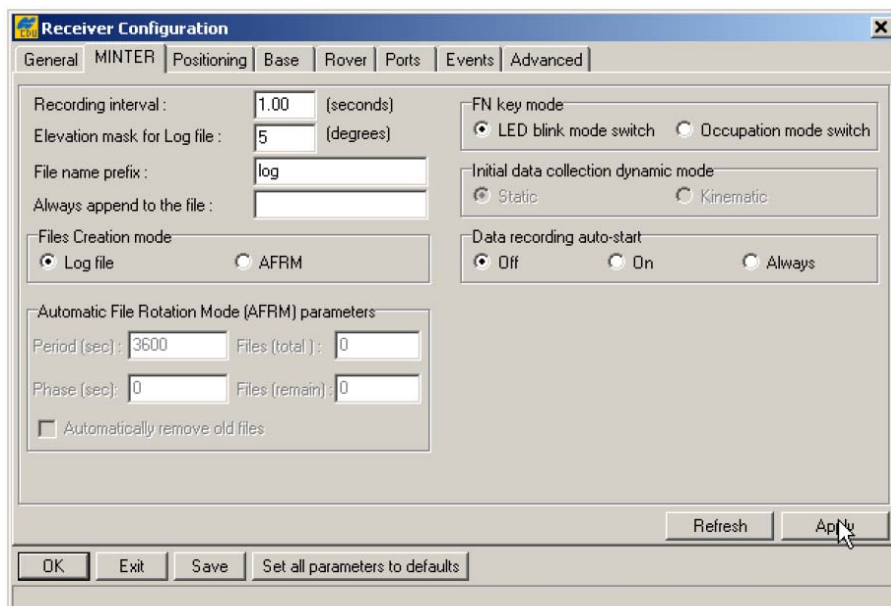

Рисунок 3-18. Вкладка MINTER диалогового окна Connection Parameters (Параметры интерфейсов)
5. Выберите пункт меню **Configuration > Receiver (Настройка > Приемник)**, затем вкладку **MINTER**, установите перечисленные ниже значения параметров настроек и щелкните на кнопке **Apply** (см. рис. 3-18). Описание этих параметров приводится на указанных страницах: